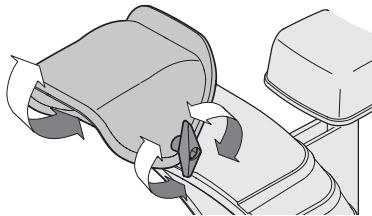

Figura 2-52
1. Afloje la perilla de aletas que está en el costado izquierdo del conjunto del canal. Consulte Figura 2-52.